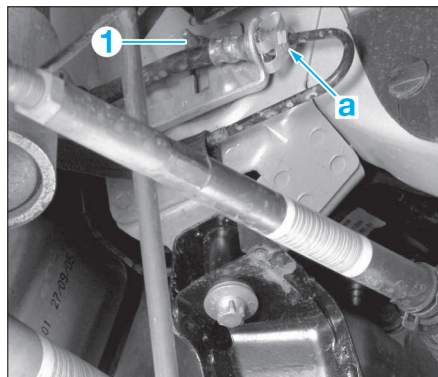

FIG. 7
- Désaccoupler le raccord flexible en "a" (Fig.7).